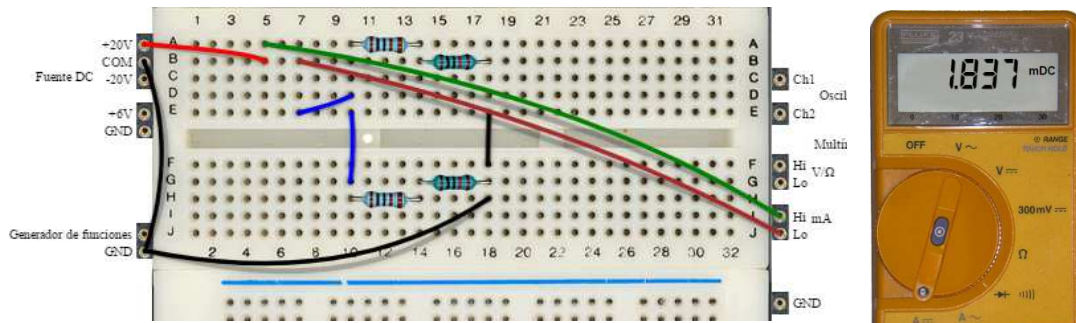

Figura 17. Medida de la corriente a la entrada del circuito
- Con la configuración de la Figura 17 podemos comprobar perfectamente como la intensidad de entrada es igual a la suma de la corriente que circula por cada una de las otras dos ramas del circuito.